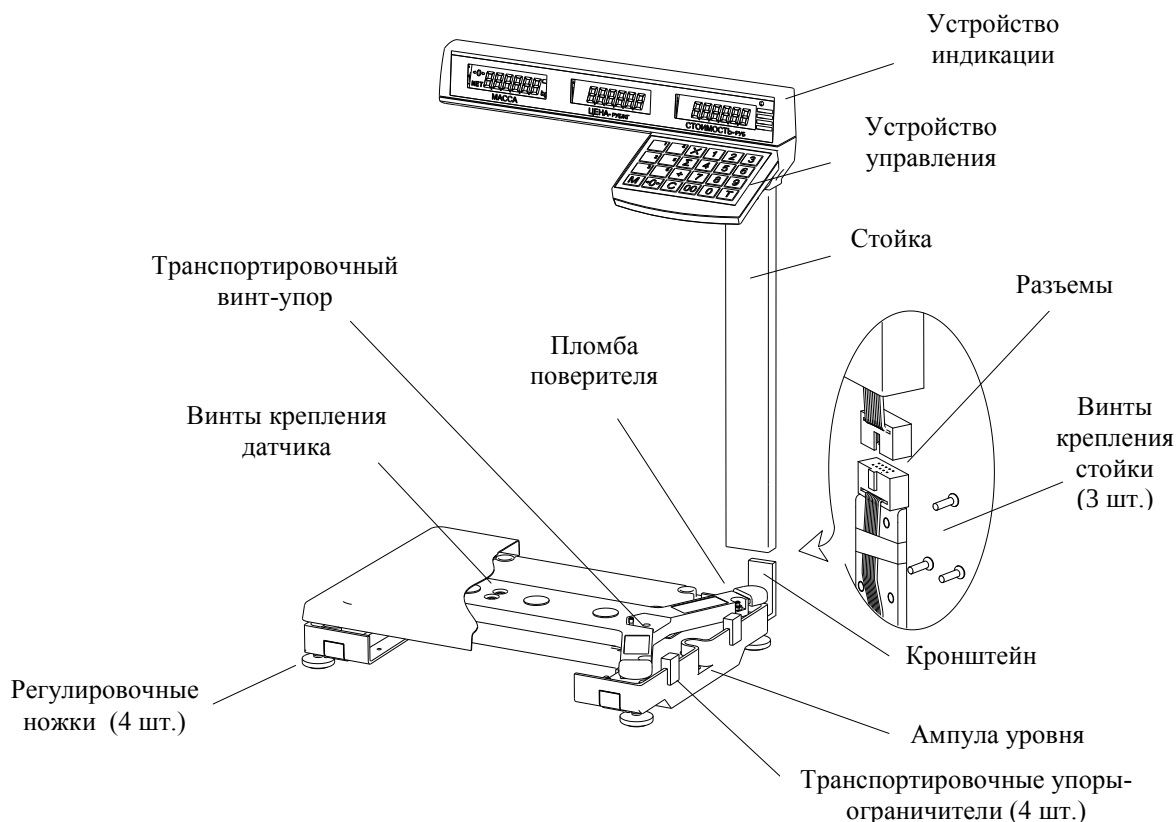
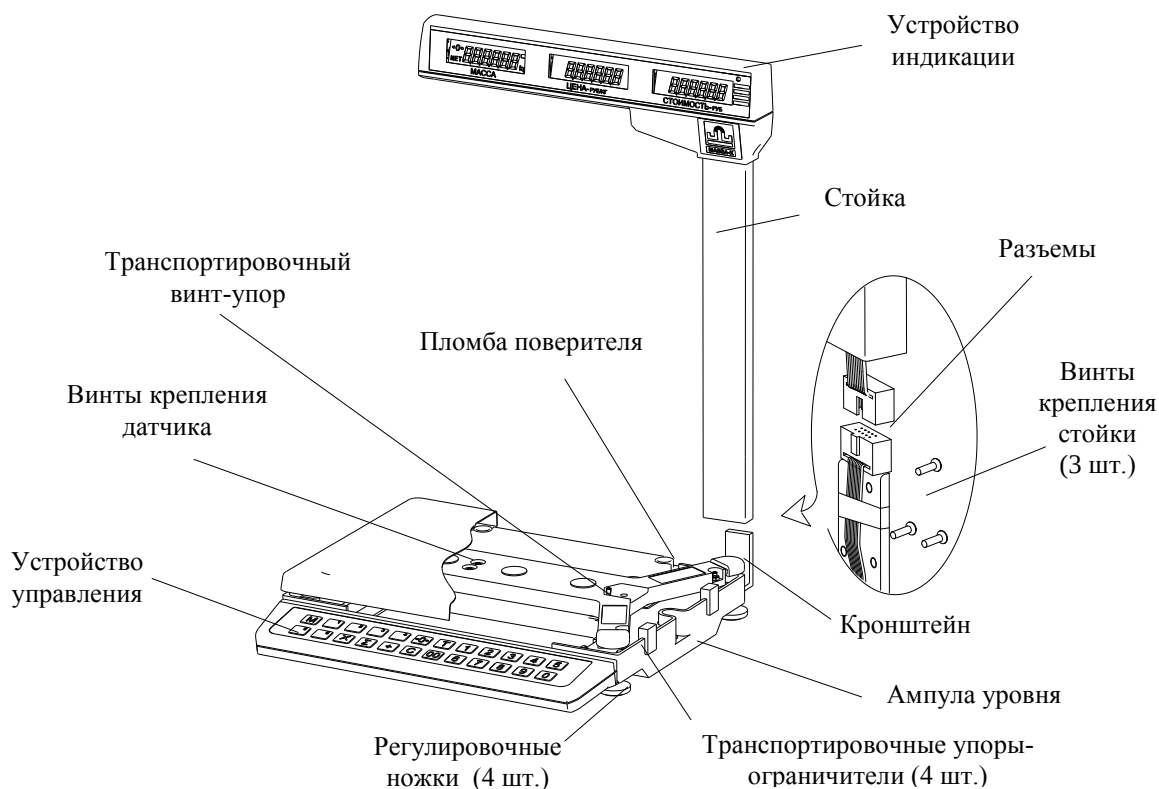
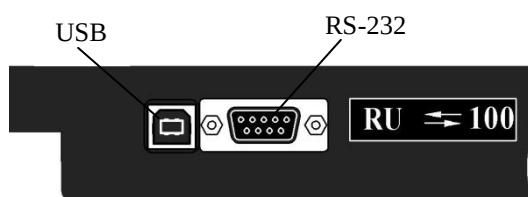

Рис. 5.1- Весы МК_ТВ21
Рис. 5.2- Весы МК_ТН21
Рис. 5.3 – Расположение разъемов интерфейсов USB и RS-232 на задней панели весов МК_ТН21(RU)
Конструкция весов представлена на Рис. 5.1, Рис. 5.2. Расположение разъёмов весов МК_ТН21(RU) – на Рис. 5.3 Назначение кнопок клавиатуры и элементов индикатора приведено в Табл. 5.1, Табл. 5.2.
6.2 Снять грузоприемную платформу с весов и убрать транспортировочные упоры-ограничители (Рис. 5.1, Рис. 5.2).